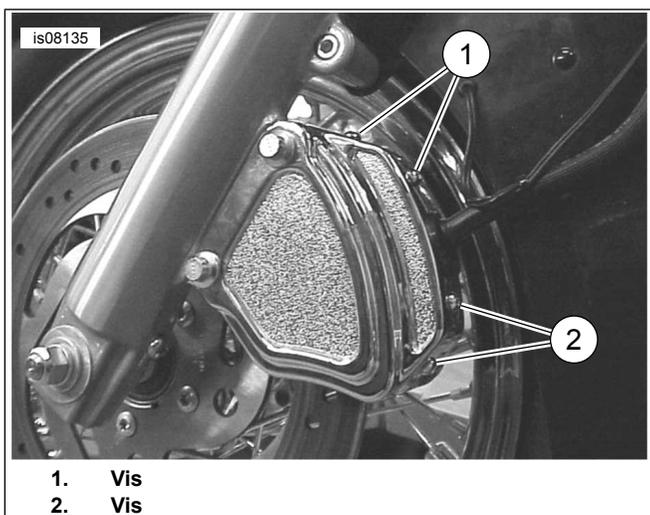

Figure 3. Installer les vis de couvercle d'étrier.
7. Voir Figure 3. Installer quatre vis avec rondelles ondulées à travers le couvercle extérieur et dans le couvercle intérieur.